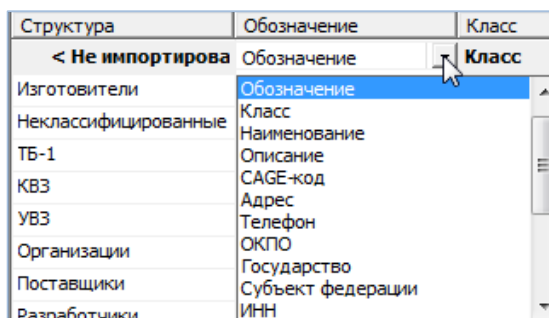

Рис. 9-104 – Выбор соответствия колонок в файле и полей БД для организаций
7) В случае если соответствие между колонками в обменном файле и полями БД не удалось установить автоматически, необходимо задать его вручную. Для этого нужно раскрыть список полей БД, нажав кнопку в правой части ячейки в строке «Поле БД», и выбрать нужное значение. Пример выбора наименования колонок для справочника организаций приведен на рис. 9-104.